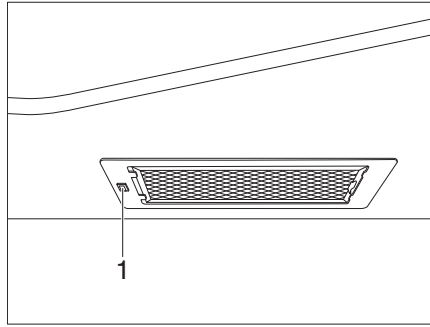

Fig. 263 Hotte aspirante
- Allumer et éteindre la hotte aspirante avec l'interrupteur (Fig. 263,1).